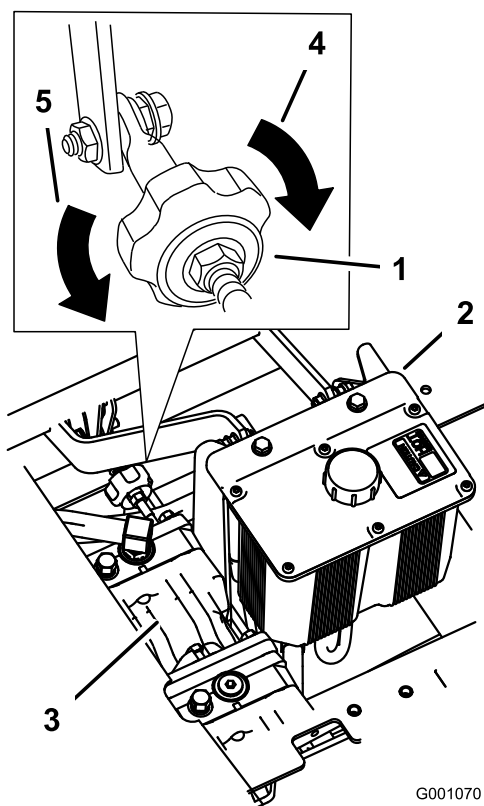

Figura 98
2. Regolate la lunghezza dell'asta della pompa facendo girare nella direzione opportuna la manopola, finché la ruota si ferma o si sposta leggermente indietro (Figura 98).